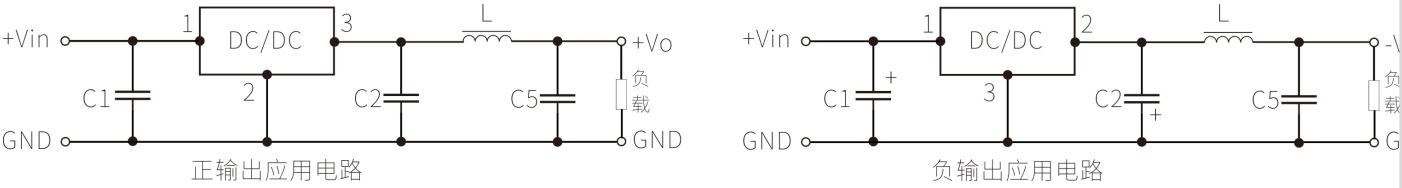

图3 ‘LC’ 滤波应用电路
- 若需要进一步减小输出纹波，可在输出端外接一个“LC”滤波网络，L 推荐值为10  $\mu$  H-47  $\mu$  H，C5 推荐值为22uF 如图 3 所示。